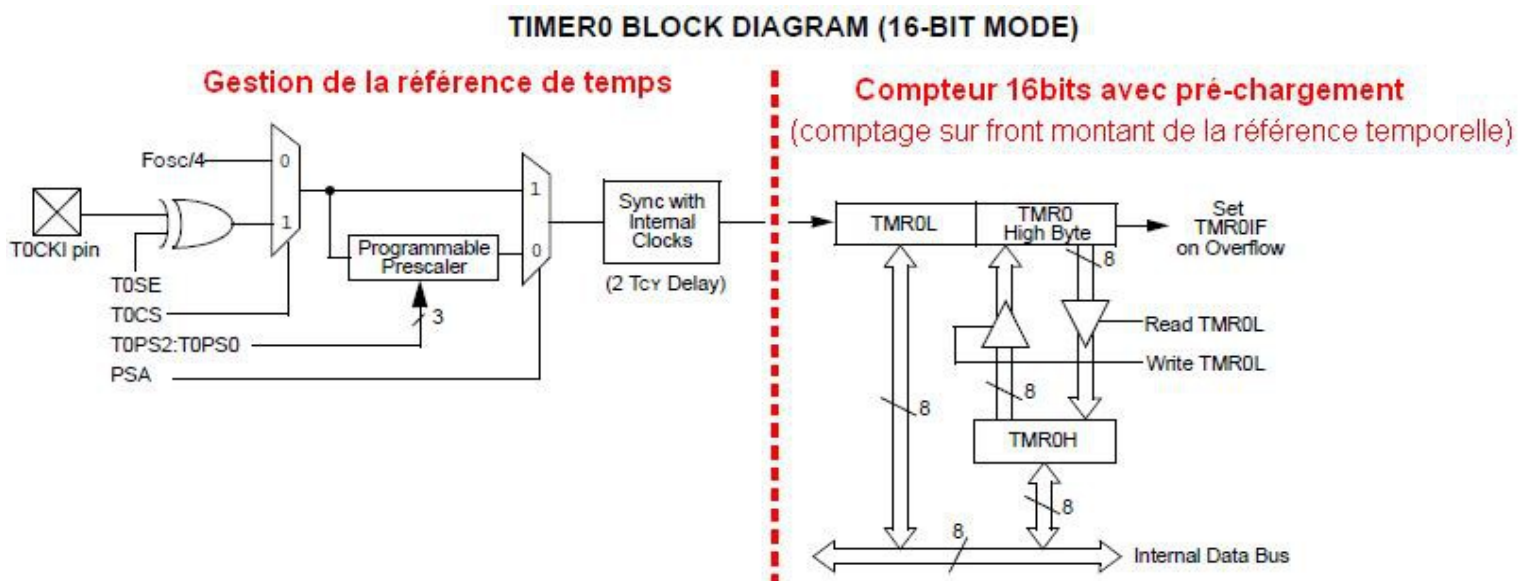

figure 3 : schéma fonctionnel du Timer0 en mode 16bits
Voilà **figure 3** ce que l'on peut trouver derrière le Timer0. Ce schéma fonctionnel peut se découper en deux parties. La première permettant de fixer l'horloge de référence pour le comptage. La seconde partie permet de fixer la valeur de départ pour le compteur. Au maximum, sur 16bits, le compteur pourra compter de 0x0000 à 0xFFFF. Dans la très grande majorité des cas, nous le ferons partir d'une valeur initiale chargée dans les registres *TMR0H* et *TMR0L*.
*Par exemple, si nous souhaitons travailler avec l'horloge interne déterminée à partir des "bits de configuration" (cf. 1. Comment connaître le temps d'exécution d'une instruction), il nous suffit de mettre le bit **TOCS** du registre **T0CON** à '0'. Nous pouvons d'ailleurs constater sur la **figure 3** que le bit **TOCS** permet de commuter l'horloge source ($F_{osc}/4$ ou externe sur la broche **T0CKI**). En langage "C", nous écririons cette configuration comme suit :*
*Il faut cependant être prudent sur un point. Le registre TMR0H doit absolument être chargé avant TMR0L. Si vous regardez bien la **figure 3**, le registre réellement incrémenté est le registre 16 bits TMR0 dont les 8 bits LSB sont ceux de TMR0L et les 8 bits MSB sont ceux de TMR0H après chargement. Pour charger la valeur de TMR0H dans TMR0, il suffit d'écrire dans le registre TMR0L (cf. **figure 3**). Il nous faut donc initialiser le registre TMR0H avant TMR0L !*
3. Qu'est-ce qu'une interruption (IT)?